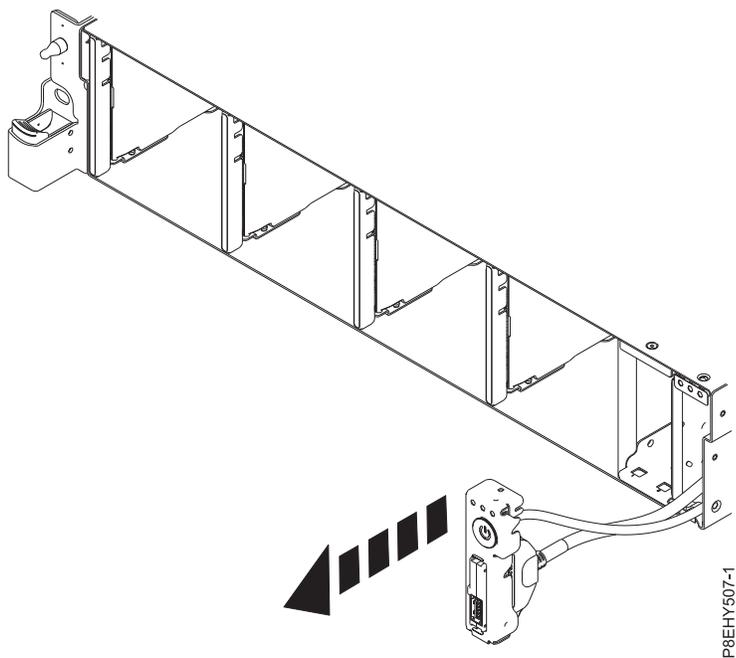

図 59. システムからの電源スイッチの引き出し
9. 電源スイッチ をシステムから引き出します 図 59を参照してください。